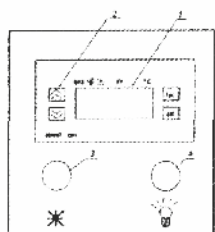

Рисунок 2
5.2. Панель управления представлена на рис. 2